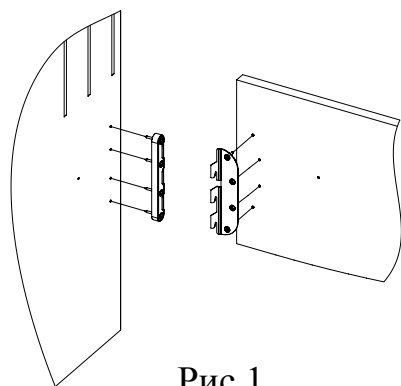

Рис.1
1. Подготовьте детали к сборке. Установите с помощью шурупов 3,5x16 кроватиные стяжки на деталях 1. С помощью шурупов 4x25 установите кроватиные планки на деталях 5 и 6 (Рис. 1), прикрутите уголки металлические к детали 4.